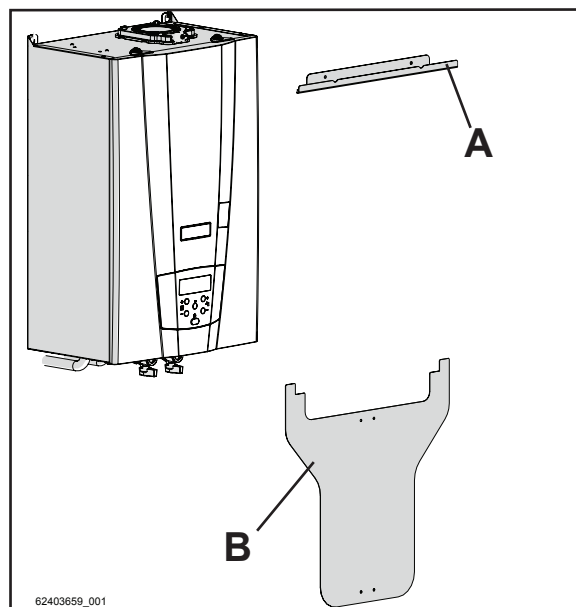

Figure 5-40
- 1.- Positionner l'étrier de fixation supérieur « A » et le gabarit de centrage « B » au mur, comme il est indiqué dans les Figures 5-40 et 5-41;